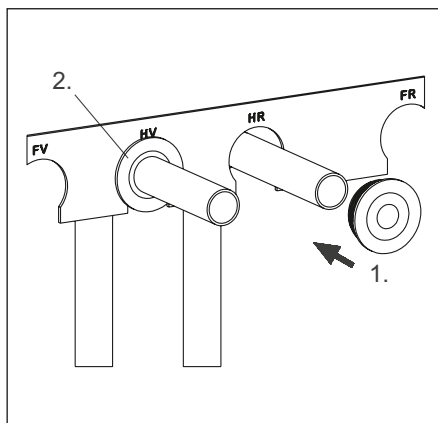

Fig. 8 Vue frontale, gabarit de montage
Un gabarit de montage avec des douilles à collerette pour la fixation de la tuyauterie est livré avec le raccord «Multiblock T-RTL». Après avoir réalisé les saignées murales, fixer le gabarit de montage de façon précise sur le mur brut à l'aide de vis (non jointes à la livraison). Lors du montage veiller à la pose parallèle des tubes. Fixer les tubes saillants à l'aide des douilles à collerette jointes (fig. 8):
2. Introduire la douille à collerette dans la cavité du gabarit de montage et la pousser jusqu'en butée. Enduire ensuite le mur. Ne pas enduire la saignée murale car la tuyauterie pour le circuit de surface chauffante sera seulement posée après le plâtrage des murs. Fixer ensuite la tuyauterie pour le circuit de surface chauffante dans le gabarit de montage selon le même principe (fig. 8).